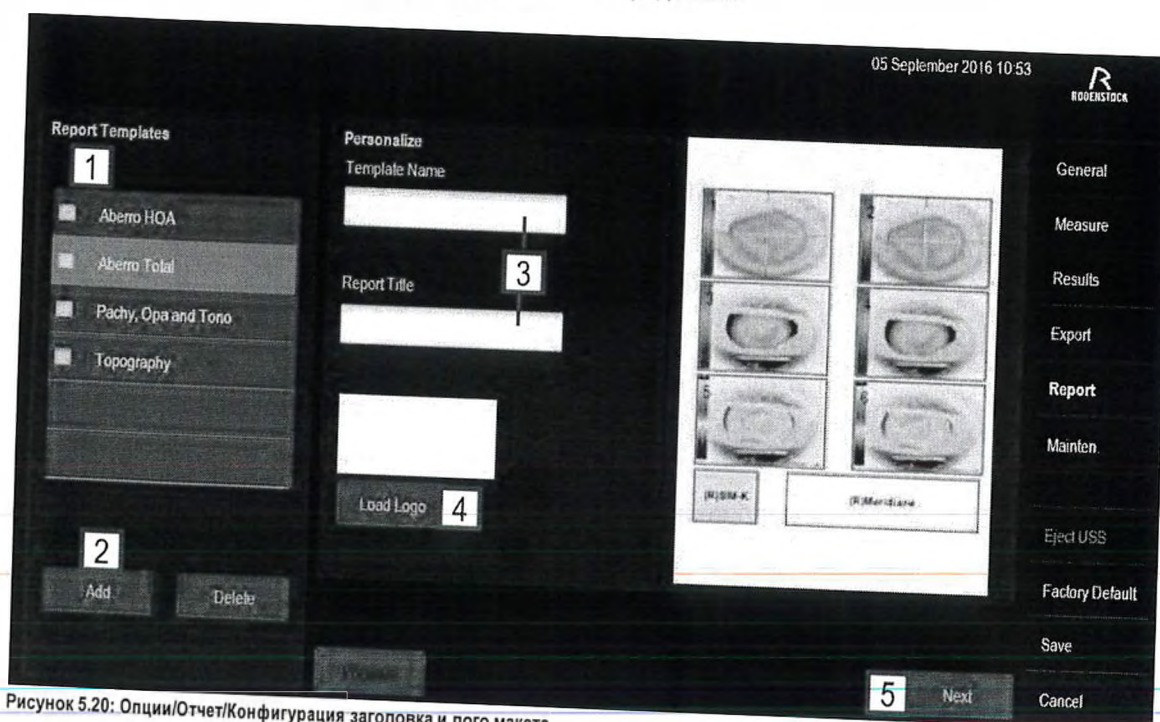

Рисунок 5.20: Опции/Отчет/Конфигурация заголовка и лого макета
Введите имя в строке "Название макета" (3) (Рис. 5.20). Рядом с логотипом можно ввести короткий дополнительный текст (4). Если вы хотите добавить в отчет собственный логотип в формате jpg или bmp из сети или с USB накопителя, нажмите кнопку (5). Нажмите кнопку "Далее" (5) для настройки макета страницы.